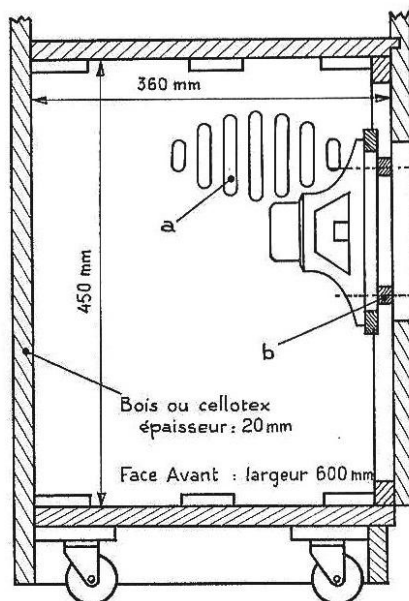

Fig. 3. — En a, emplacement d'un des haut-parleurs latéraux; en b, un canon d'écartement du haut-parleur coaxial.
- Reproduction acoustique par meuble à 4 haut-parleurs et baffle R.J. (fig. 3).
Le meuble, représenté par la figure 3, est complètement fermé. Les haut-parleurs elliptiques des côtés sont vissés directement sur le bois, tandis que le haut-parleur coaxial de la face avant est vissé sur un petit baffle (35 \times 25 cm) qui n'est pas appliqué contre le meuble. Cette fente de 1 à 2 cm constitue la particularité du baffle type R.J. La résonance propre du haut-parleur principal est amortie. Le volume du meuble constitue une charge acoustique convenable pour les basses. La reproduction acoustique de l'ensemble est excellente. Il convient de rappeler que le meuble doit être construit de façon à ne pas vibrer, et utiliser du bois ou du cellotex